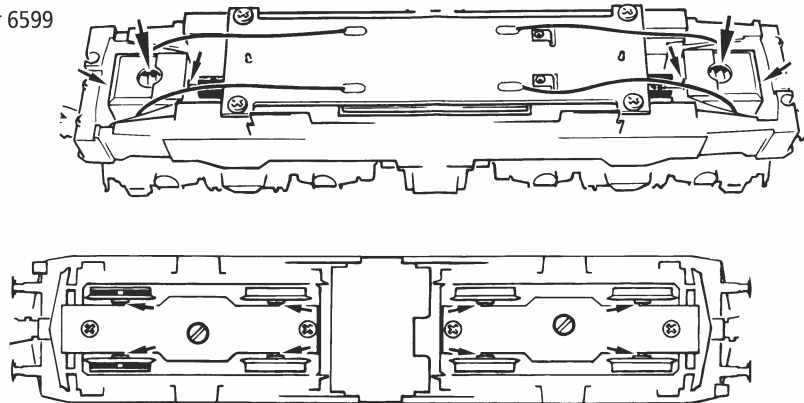

Fig. 10
**4. Kohlebürstenwechsel:** Lokgehäuse abnehmen (Fig. 3). Danach wird der Motor ausgebaut und die Kohlebürsten ausgewechselt (Fig. 10).
Démontez la caisse (voir fig. 3). Démontez ensuite le moteur et échangez le balais (fig. 10).
**4. Carbon brush changing:** First remove loco body (fig. 3) and then the motor (fig. 10).